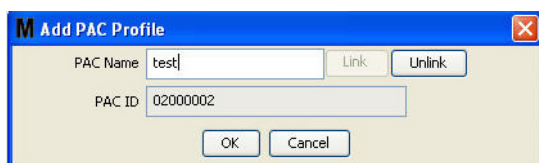

FIG. 115
- Le numéro d'identification de la PAC s'affiche dans le champ "PAC ID" (Identification de la PAC) (Fig. 115). Cliquez sur "OK" pour fermer la fenêtre et enregistrer les modifications.
Notez que le bouton "Link" (Associer) illustré dans la FIG. 115 n'est plus activé et est remplacé par un bouton "Unlink" (Dissocier). Cliquer sur le bouton "Unlink" (Dissocier) rompt l'association entre cette PAC et l'ordinateur Matrix.